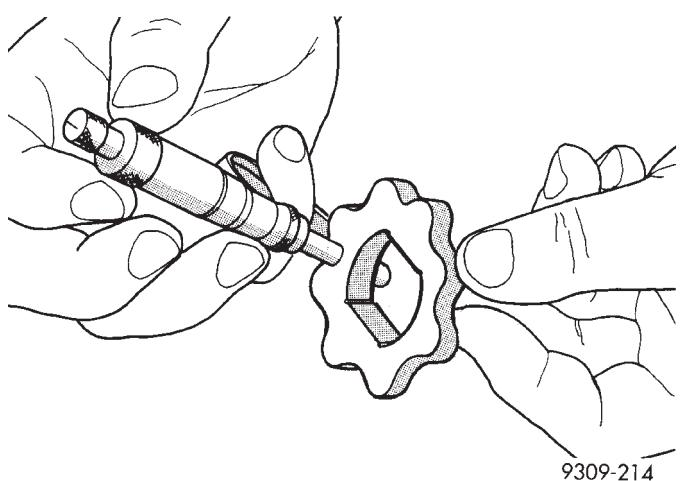

Fig. 113 Medición del espesor del rotor interior
(4) Si el rotor interior mide 7,64 mm (0,301 pulgadas) o menos, reemplace el rotor interior (Fig. 113).